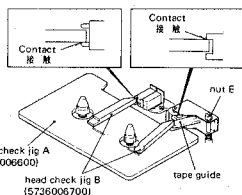
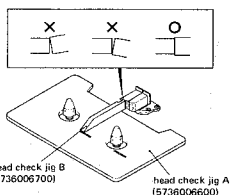
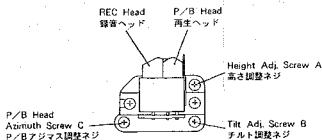

Fig. 4-5
Fig. 4-6
Fig. 4-7
Note 1 : When the record/playback head has been replaced, tighten screws (A), (B), (C) shown in Fig.4-7 until they stop, then slacken them by 1-1/2 turns before starting alignment.
2. Fit jig B on the tape guide of the record/playback head as shown in Fig.4-5, then align the height with screw (A) as shown in Fig.4-7.
3. Fit jig B to the head as shown in Fig.4-6 to check its tilt and align it using screws (B) and (C) shown in Fig.4-7.
5. Fit jig B to the tape guide of the left pinch roller and align the height with nut (E). (The standard height is above the tape guide.)
6. Play test tape HTT-902, and adjust nut (E) so that the lower edge of the tape guide of the record/playback head is in contact with the tape edge, but the tape is not curled.
7. Adjust the azimuth of the playback head with screw (C) shown in Fig. 4-7 according to item 5-3 (on page 18). If the screw is rotated by half a turn or more, turn screw (A) and (B) by the same amount then align from item 6 to correct the height of the tape guide of the record/playback head.
注 1. 録・再ヘッドを交換したときは、Fig.4-7 のネジ(A), (B), (C) が止まるまで締め、その位置からそれぞれのネジを 1.5 回転ゆるめた状態で調整を始めること。
2. Fig.4-5 のように録・再ヘッドのテープ・ガイドに治具 B を当て、Fig.4-7 のネジ (A) で高さを調整する。
3. Fig.4-6 のように治具 B をヘッドに当ててチルトを確認し、Fig.4-7 のネジ (B), (C) で調整した後、再度ネジ (A) で高さを調整する。
5. 左ピンチ・ローラのテープ・ガイドに治具 B を当て、ナット (E) で高さを調整する。(高さの基準はテープ・ガイドの上側とする。)
6. テスト・テープ HTT-902 を走行させ、録・再ヘッドのテープガイドの下側がカールしない程度に当るようナット (E) を調整する。
7. 再生ヘッドのアジマス 5-3 項 (18 ページ参照) に従って Fig.4-7 のネジ (C) で調整する。